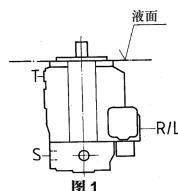

图 1
a) 当油箱的最低液面和泵的法兰面同高或更高时，《R/L》口，《T》口和《S》口可开放（见图1）。